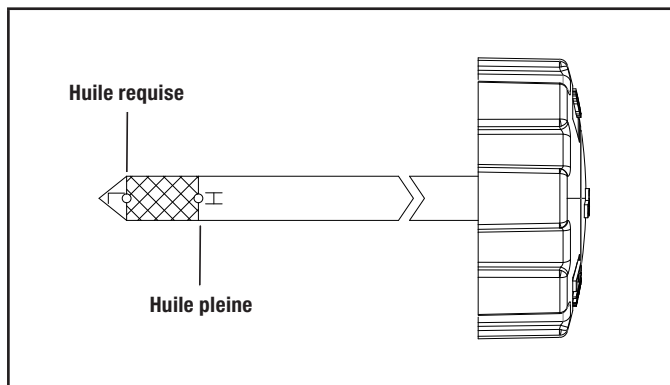

Figure 6B
3. Insérez la jauge dans la goulotte de remplissage de l'huile, mais ne la vissez pas, puis retirez-la pour vérifier le niveau d'huile. (figure 6B)
4. Si le niveau d'huile est inférieur au repère inférieur sur la jauge d'huile ou s'en approche, retirez la jauge, puis remplissez le réservoir avec l'huile recommandée jusqu'au repère supérieur. N'ajoutez pas trop d'huile. (figure 6B)